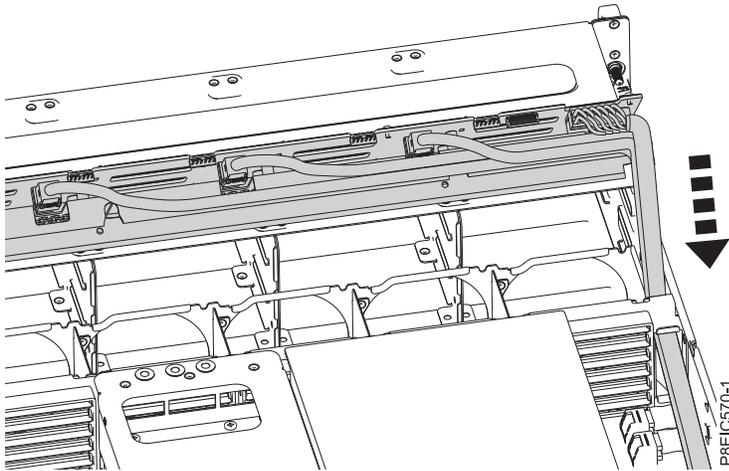

Figure 29. Installation des cordons d'unité
3. Faites passer soigneusement le cordon d'interface de ventilateur, le cordon d'alimentation d'unité et les cordons d'interface d'unité par le châssis pour les installer, comme illustré dans la figure 29.